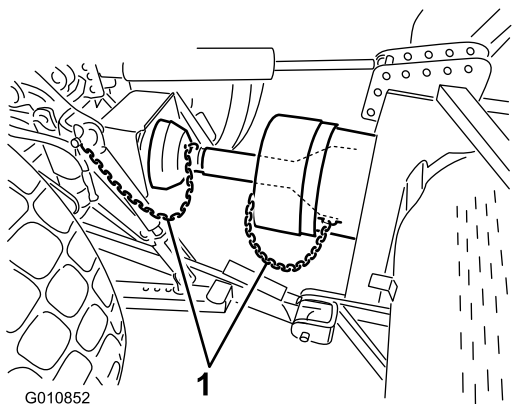

图25
6. 将护罩安全链连接到 PTO 护罩和主机支架图25。确保升起和降下打孔机时安全链保持松弛状态。